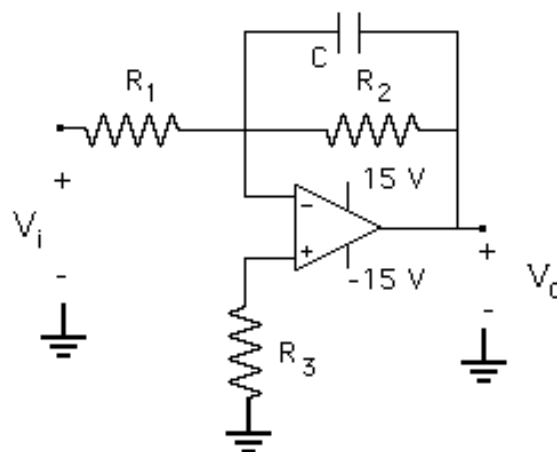

Figura 8.2.- Filtro pasa-bajo activo
- 8.- Haga el diagrama circuital completo en SPICE del filtro pasa bajo activo mostrado en la Figura 8.2 con los valores indicados por su profesor, y realice un análisis AC SWEEP en SPICE para obtener una gráfica de la salida en función de la frecuencia, con una señal de entrada de 1 V de amplitud y un rango de frecuencias de 10 Hz a 1 MHz. Calcule teóricamente la frecuencia de corte del filtro ($f_c = 1/2\pi R_2C$) y ubíquela en la gráfica.
8.- Sobre el amplificador inversor ya estudiado, conecte el condensador correspondiente como se indica en la Figura 8.2 para obtener el filtro pasa bajo activo. A fin de poder realizar una gráfica de la respuesta en frecuencia del amplificador operacional en la configuración filtro pasa bajo activo, mida la amplitud de la ganancia de voltaje (V_o/V_i) en un amplio rango de frecuencias. Para ello coloque en la entrada señales sinusoidales de 1 V de amplitud, varíe la frecuencia y compruebe las amplitudes y frecuencias de estas señales de entrada con el osciloscopio antes de realizar las mediciones sobre la señal de salida. Asegúrese de tomar varios puntos alrededor de la frecuencia de corte del filtro pasa bajo ($f_c = 1/2\pi R_2C$), hasta completar 10 puntos. Anote los resultados obtenidos en la siguiente tabla y registre los comentarios pertinentes. Al ir realizando las mediciones compruebe los resultados utilizando como referencia el diagrama en SPICE para evitar errores grandes. Al terminar esta tabla, muéstrela a su profesor para que haga una primera revisión de los resultados.